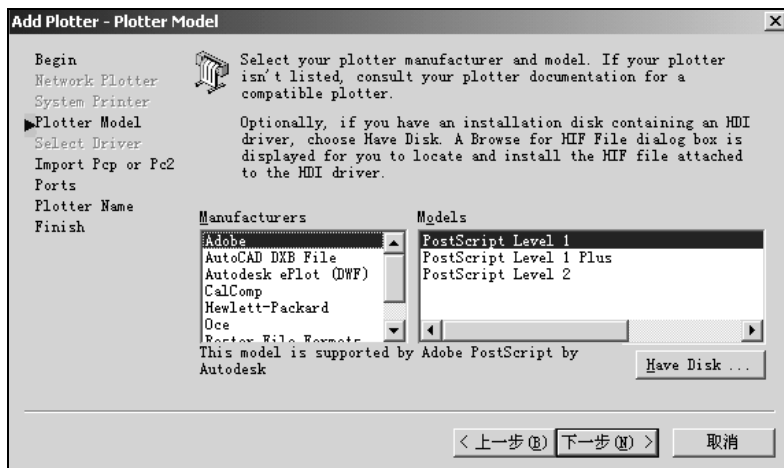

图 10-4 Add Plotter – Plotter Model 对话框
(3) 本节以连接于本机的 HP330 绘图仪为例进行介绍。选择 My Computer 单选按钮，单击“下一步”按钮，弹出 Add Plotter – Plotter Model 对话框，如图 10-4 所示。
(4) 在 Add Plotter – Plotter Model 对话框中，用户可选择当前绘图仪的类型，在该对